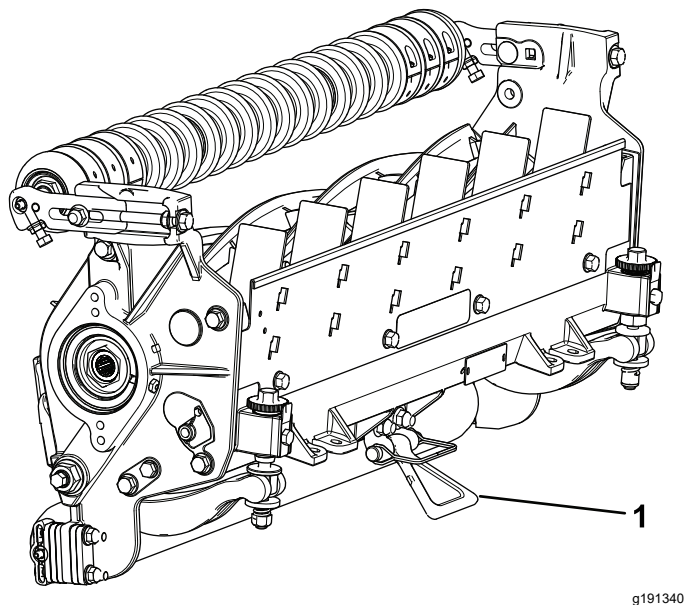

**Figura 12**
2. Girate in senso antiorario le viti di regolazione della barra di appoggio per accertarvi che la barra di appoggio non tocchi il cilindro (Figura 12).